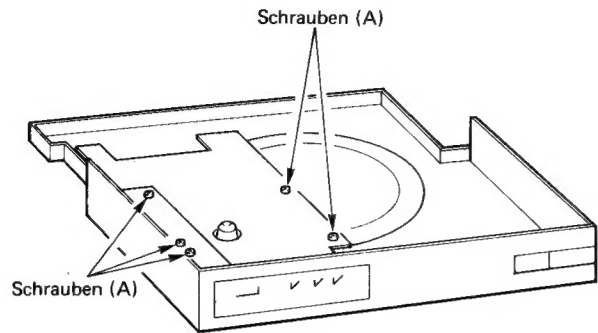

Abb. 11
Den Plattenträger auf umdrehen und die sechs Schrauben (A) entfernen. (Abb. 11)